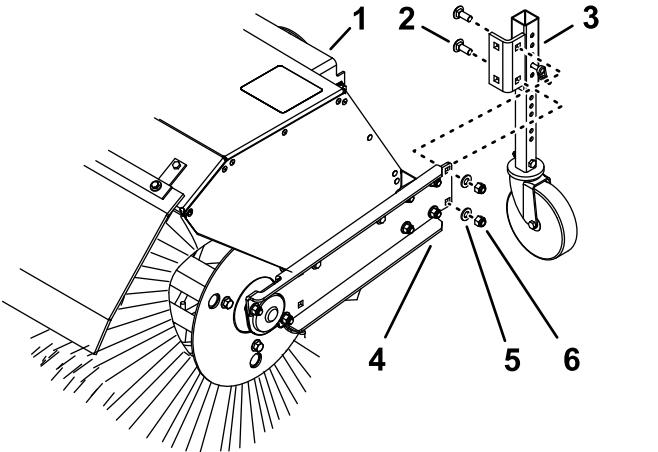

Figura 21
Durante le operazioni nella neve, spostate le ruote orientabili dalla parte anteriore del braccio della spazzola alla parte posteriore del vano motore della spazzola (Figura 21).
2. Rimuovete i 2 dadi di bloccaggio, le 2 rondelle e i 2 bulloni a testa tonda (Figura 21) che fissano la staffa della ruota orientabile al braccio della spazzola.
3. Nella parte posteriore del vano motore della spazzola, allineate i fori nella staffa della ruota orientabile con i fori sul lato interno del braccio della spazzola (Figura 21).
4. Fissate la staffa della ruota orientabile al braccio della spazzola con i 2 dadi di bloccaggio, le 2 rondelle e i 2 bulloni a testa tonda (Figura 21).